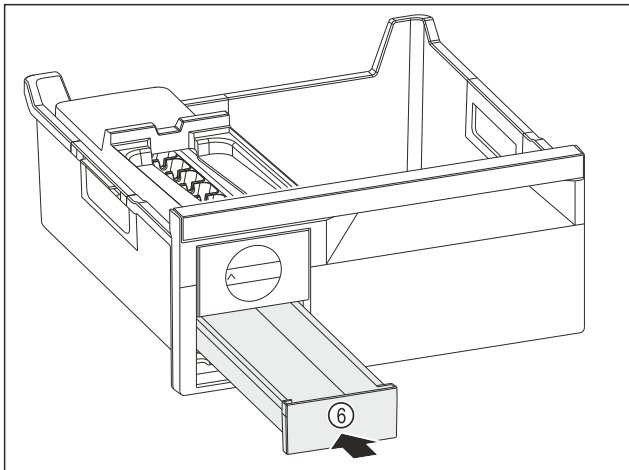

Fig. 92
- ▶ Skjut in iskublådan Fig. 92 (6).